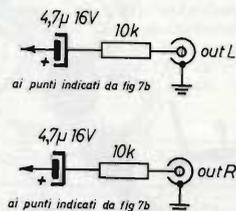

figura 7b - 2^a modifica.
2) Prevedere una uscita stereofonica preamplificata in parallelo agli ingressi degli amplificatori "rear" in modo da potere connettere un amplificatore supplementare posteriore (figure 5,6 e 7b) saldando due cavetti schermati con calza a massa e poli caldi ai punti indicati in figura 7b, interponendo in serie ad essi un condensatore elettrolitico da 4.7 μ F ed un resistore da 10 k Ω .